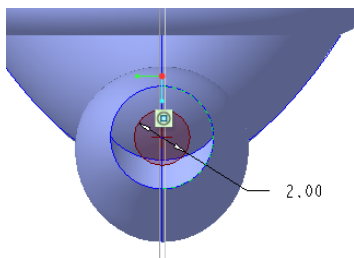

图 13-135 绘制一个同心圆
③ 以刚创建的内部基准平面 DTM2 作为草绘平面，以 TOP 基准平面为“左”方向参考，单击“草绘”对话框中的“草绘”按钮，进入草绘模式。
④ 绘制图 13-135 所示的图形，单击“确定”按钮 。